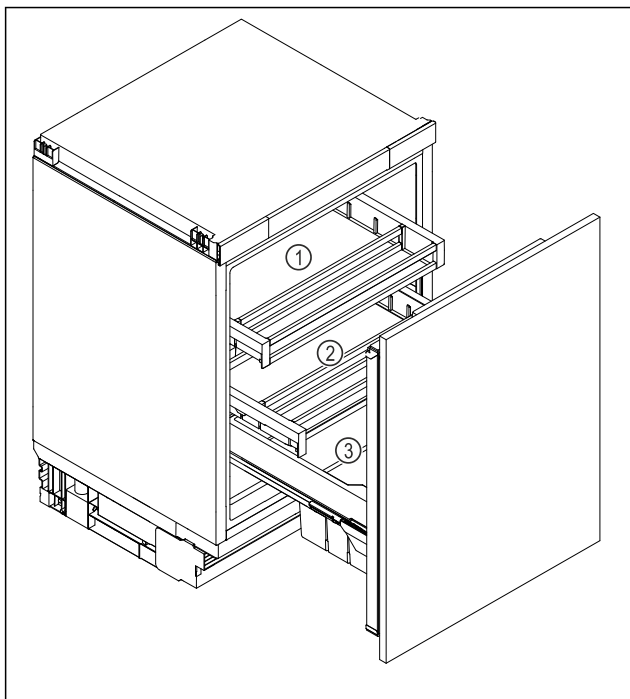

Fig. 6 Примерное изображение
- ▶ Верхний выдвижной ящик Fig. 6 (1): Храните масло, сыр, консервы и тюбики.
- ▶ Нижний выдвижной ящик Fig. 6 (2): Храните скоропортящиеся продукты, например, готовые блюда, рыбу, мясные и колбасные изделия.
- ▶ Ящик для овощей и фруктов Fig. 6 (3): Храните фрукты и овощи в упаковке.
- ▶ Секция для напитков Fig. 6 (3): Храните отдельные бутылки.